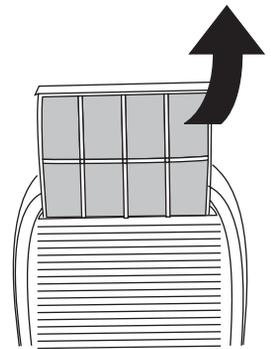

Abb. 6
• Zum Ausbau des Luftfilters diesen auf seiner Aufnahme nehmen, indem Sie ihn wie in Abb. 6 dargestellt herausziehen.